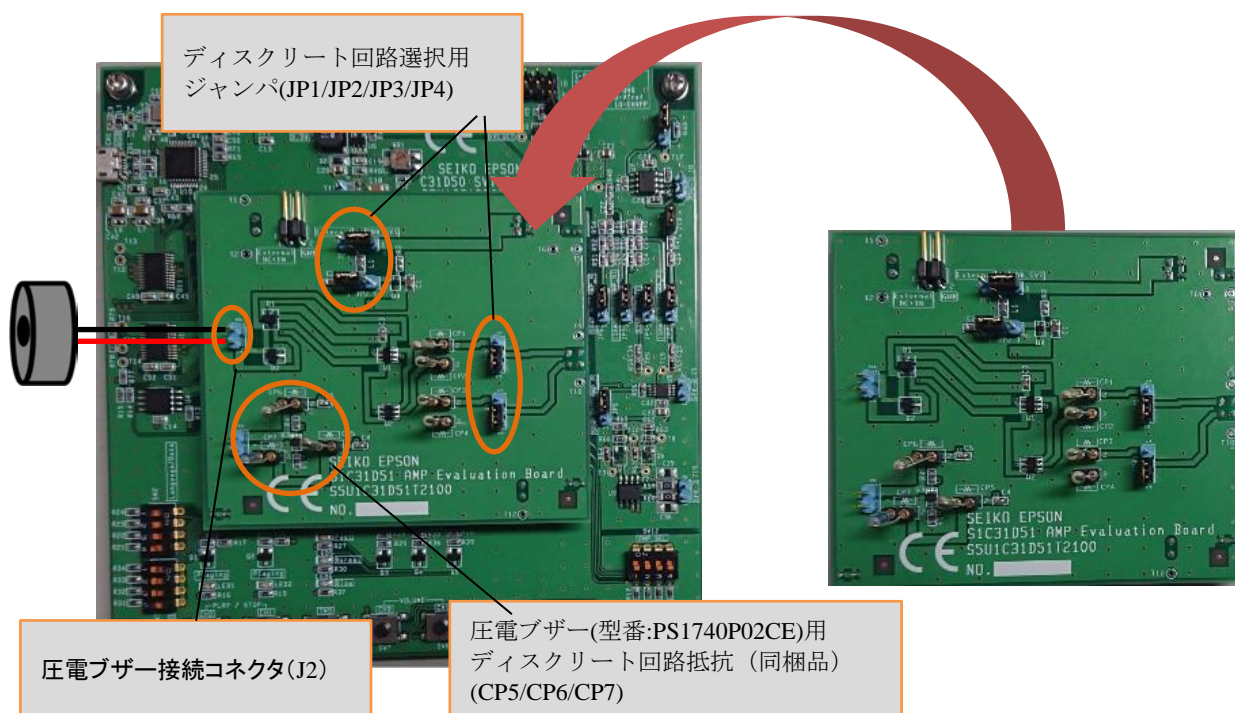

図 3.20.5 圧電ブザー使用時のブザーボード(S5U1C31D51T2)のジャンパ設定および抵抗値
3. ブザーボード(S5U1C31D51T2)に同梱の圧電ブザー(TDK 製 PS1740P02CE)を、ブザー接続コネクタに接続します (図 3.20.5 参照)。